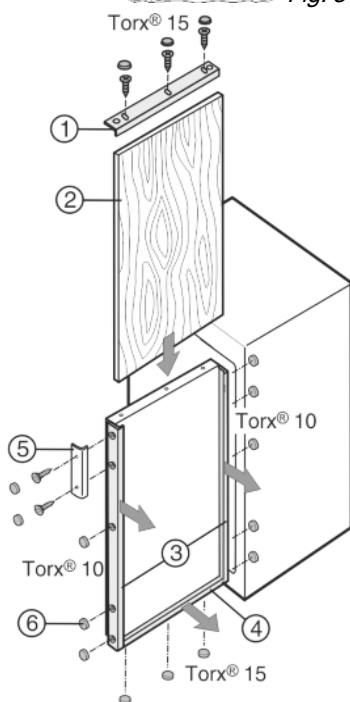

Fig. 6
- Dévisser les cadres d'habillage Fig. 6 (1) en haut.
- Desserrer les vis sur les autres cadres d'habillage Fig. 6 (3, 4) et glisser les cadres vers l'avant.
- Insérer le panneau décor Fig. 6 (2).
- Repousser et revisser les cadres d'habillage Fig. 6 (3, 4).
- Revisser les cadres d'habillage Fig. 6 (1) en haut.
- Visser la poignée Fig. 6 (5).
- Placer les cache-vis Fig. 6 (6) sur toutes les têtes des vis.